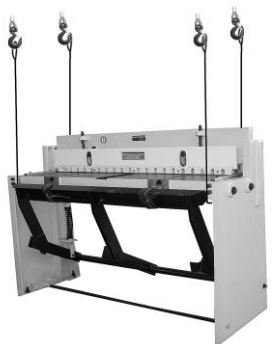

Рис.4
7.1.2. Если планируется работа с металлическими листами большого размера, необходимо увеличить опорную поверхность рабочего стола (6). Для чего, как показано на Рис.4, в торце рабочего стола (6) установите и закрепите два удлинителя стола (3).